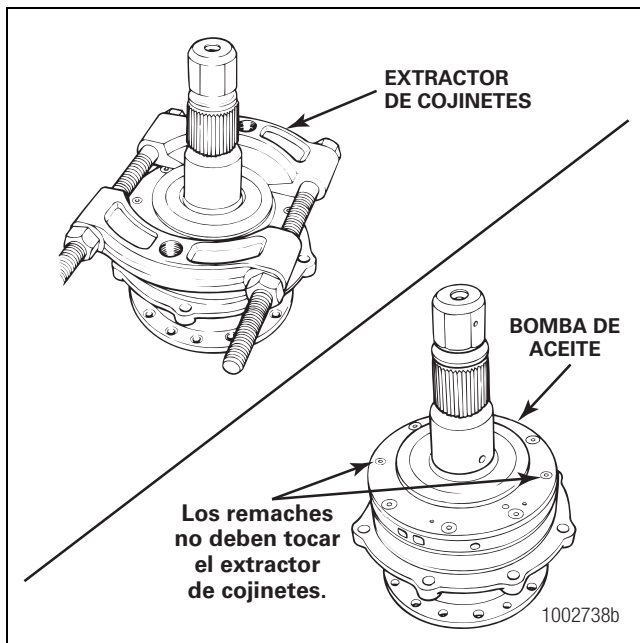

Figura 3.33
- A. Coloque un extractor de cojinetes debajo de la bomba de aceite. Los remaches en el reverso de la bomba no deben tocar el extractor. El extractor de cojinetes ofrece una superficie nivelada para que el eje pueda ser presionado en forma recta fuera del conjunto. Figura 3.33.